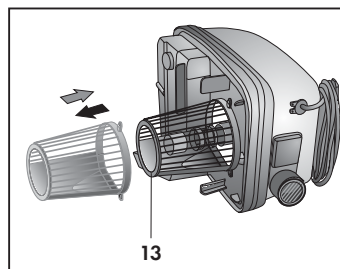

Abb. 19
Jedes Mal wenn der Schmutzwasserbehälter gereinigt wird, den Filter (13) im unteren Teil des Geräts ebenfalls reinigen; dazu kann dieser abgenommen und mit Leitungswasser gewaschen werden (**Abb. 19**).